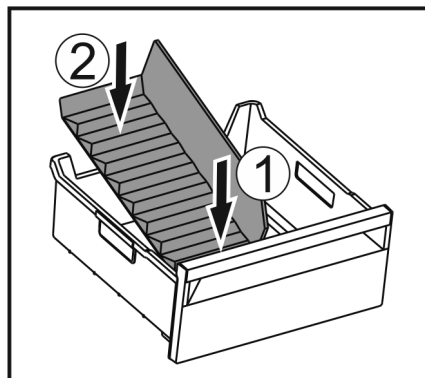

Fig. 219
► Futni brenda pjesën e përparme të ndarësit të sirtarit të akullit. Fig. 219 (1)
► Ulni poshtë pjesën e pasme të ndarësit të sirtarit të akullit deri në bazamentin e sirtarit. Fig. 219 (2)